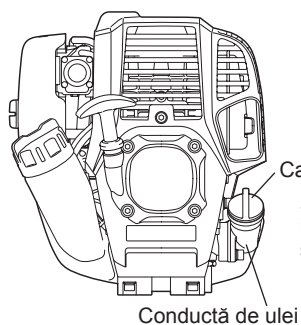
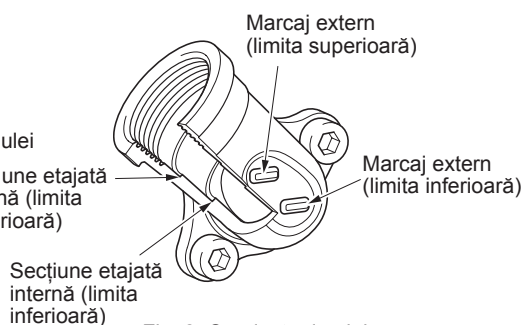

Fig. 1
Fig. 2 Conductă de ulei
- Setati nivelul motorului, scoateți capacul de ulei (Fig. 1) și verificați pentru a vedea dacă există sau nu ulei în intervalul dintre limita superioară și inferioară marcate pe conducta de ulei (Fig. 2).